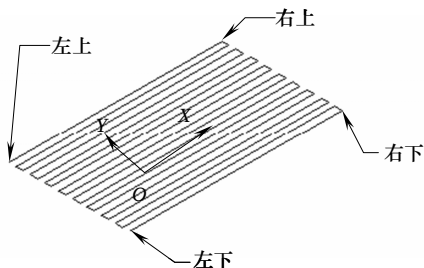

图 4-64 平行精加工刀具路径起始位置
(2) 开始角 用于定义平行精加工刀具路径的起始角落。有四个选项：左下、右下、右上和左上，这四个角落是在 XOY 平面上定义的，如图 4-64 所示。